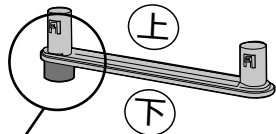

### 図 1
※取付けは次ページ図1の①から⑧の順に行ってください。
※図1の⑦、⑧はジョイントリング(ドア用、↓DOOR刻印付)が正面を向くように取り付けてください。